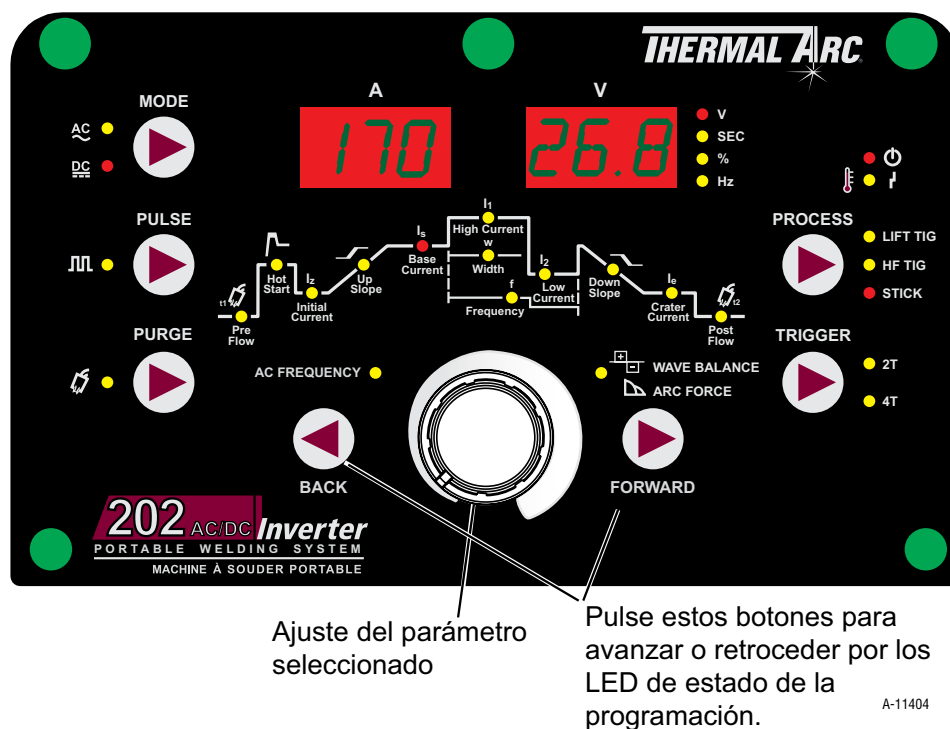

Figura 3-5: Modo de programación STICK (electrodo convencional)
9. Abra lenta y cuidadosamente la válvula del cilindro (Figura 3-5) hasta que el manómetro de alta presión indique la presión máxima.